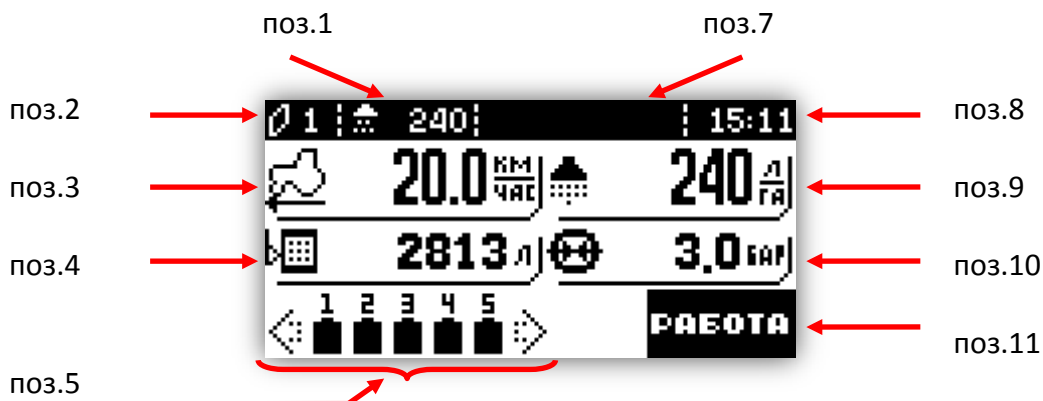
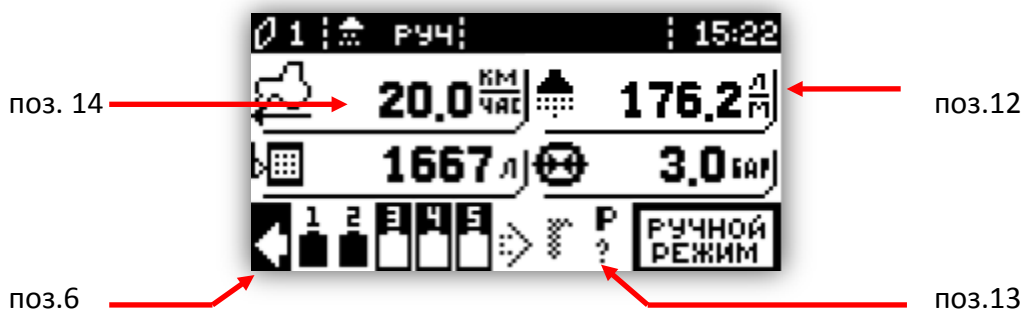

Рисунок 3.5
Рисунок 3.6
После экрана загрузки отображается главный экран (Рисунок 3.5 и Рисунок 3.6). В данном экране отображаются:
* Для переключения режима отображения дозирования рабочей жидкости нужно нажать кнопку . Нажимая эту кнопку, дозировка рабочей жидкости отображается как текущий расход рабочей жидкости на площадь (Рисунок 3.5, поз.9) или как мгновенный расход рабочей жидкости (Рисунок 3.6, поз 12).
Текущий режим работы системы можно определить по соответствующему индикатору (Рисунок 3.5, поз. 11). Соответствие пиктограммы текущему режиму работы указано в таблице «Таблица 3».
Обо всех сбоях в системе оператор оповещается соответствующим сообщением на экране (Рисунок 3.2) и звуковым сигналом. В случае если в процессе работы, в автоматическом режиме, произошел сбой работы клапана, то пиктограмма соответствующего клапана будет отображать состояние «неисправен» (Рисунок 3.6, поз. 6) до тех пор, пока тумблер главного клапана не будет переведен в положение «ВЫКЛ».
В верхней части главного экрана (Рисунок 3.5) отображаются:
В автоматическом режиме работы изменять значение величины дозирования можно с помощью тумблера регулировочного клапана. Шаг изменения величины равен 5 л/га. В ручном режиме работы вместо величины дозирования отображается надпись «руч» (Рисунок 3.6), а тумблер регулировочного клапана управляет сами клапаном.
Показания текущей скорости движения отображаются на соответствующем индикаторе (Рисунок 3.5 поз.3). Если включена имитация скорости, то скорость отображается меньшим шрифтом (Рисунок 3.5 поз.14).
Дозировка рабочей жидкости отображается на соответствующем индикаторе (Рисунок 3.5 поз.9). Если в процессе работы в автоматическом режиме не удастся установить требуемую дозировку рабочей жидкости, то цвет фона меняется на черный. А иконка меняется на  при превышении требуемой дозировки, или на  при пониженной дозировке (Рисунок 3.8).
Если в системе установлен датчик давления или включена функция вычисления давления, то значение давления отображается на соответствующем индикаторе (Рисунок 3.5 поз.10). Если в процессе работы обнаруживается отклонение в показаниях давления, то цвет фона индикатора меняется на черный, а иконка меняется на  при превышении допустимой величины, или на  при давлении меньше допустимого. В момент обнаружения отклонения от допустимых значений выдается звуковой сигнал, и в строке уведомления может отображаться подсказка, о действиях которые необходимо выполнить оператору, чтобы устранить проблему. Звуковой сигнал повторяется каждые 30 секунд до тех пор, пока показания не нормализуются. Контролируемые пределы давления задаются в окне «Меню > Работа» пункт «Форсунки» (3.3.5.2), а также в «Меню > Настройки > Давление» (3.3.7.3). Подробнее о настройках контроля давления описано в соответствующих разделах.
Индикатор уровня рабочей жидкости в баке показывает количество литров жидкости оставшейся в баке (Рисунок 3.5 поз.4). Как только уровень жидкости станет меньше значения указанного в настройках бака (вычисляется по расходомеру) или сработает датчик резервного уровня (если он имеется), то панель оператора издаст предупредительный звук, а цвет фона индикатора станет черным (Рисунок 3.10). При условии, что есть расход рабочей жидкости, предупредительный звук будет повторяться каждые 5 секунд, до тех пор, пока оператор не отреагирует на предупреждение о резервном уровне рабочей жидкости в баке. Чтобы отключить предупредительный звук нужно, находясь на главном экране нажать кнопку . После нажатия этой кнопки индикатор продолжит мигать, а звук будет отключен.